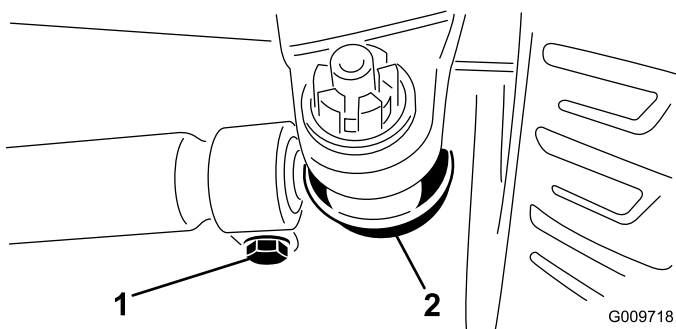

Figura 83
3. Pentru reglare, îndepărtați cuiul spintecat i piula de la oricare dintre articulațiile sferice ale tirantului (Figura 83). Îndepărtați articulația sferică a tirantului de pe suportul carcusei axului.
4. Slăbiți clemele de la ambele capete ale tirantului (Figura 83).